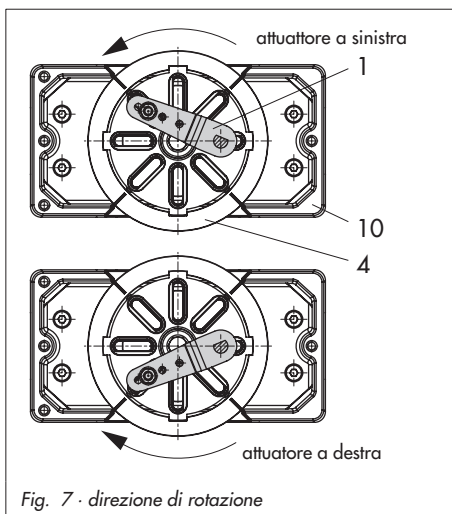

Fig. 7 · direzione di rotazione
8. Montare il posizionatore sul corpo (10) e fissarlo. Considerando la direzione di rotazione dell'attuatore, allineare la leva (1) in tal modo, da potersi innestare col perno di trasmissione nella relativa fessura (Fig. 7).